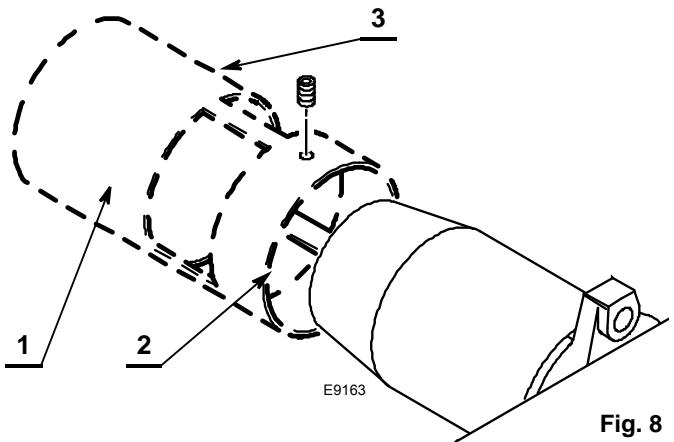

Fig. 8
- conectar, si fuese necesario, el tubo de recirculación 1)(Fig. 8) con el tubo llama del quemador 2) y fijarlo con el tornillo 3).